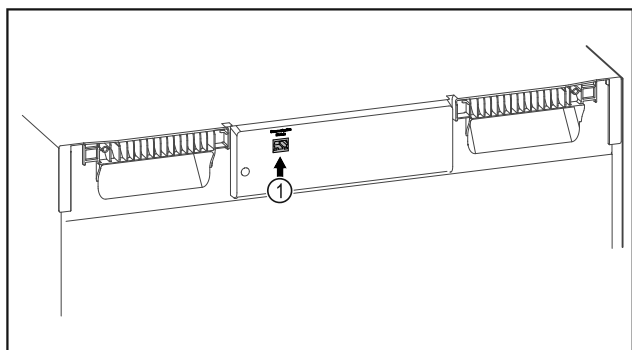

Fig. 108
- SmartModule Fig. 108 (1) er indsat.